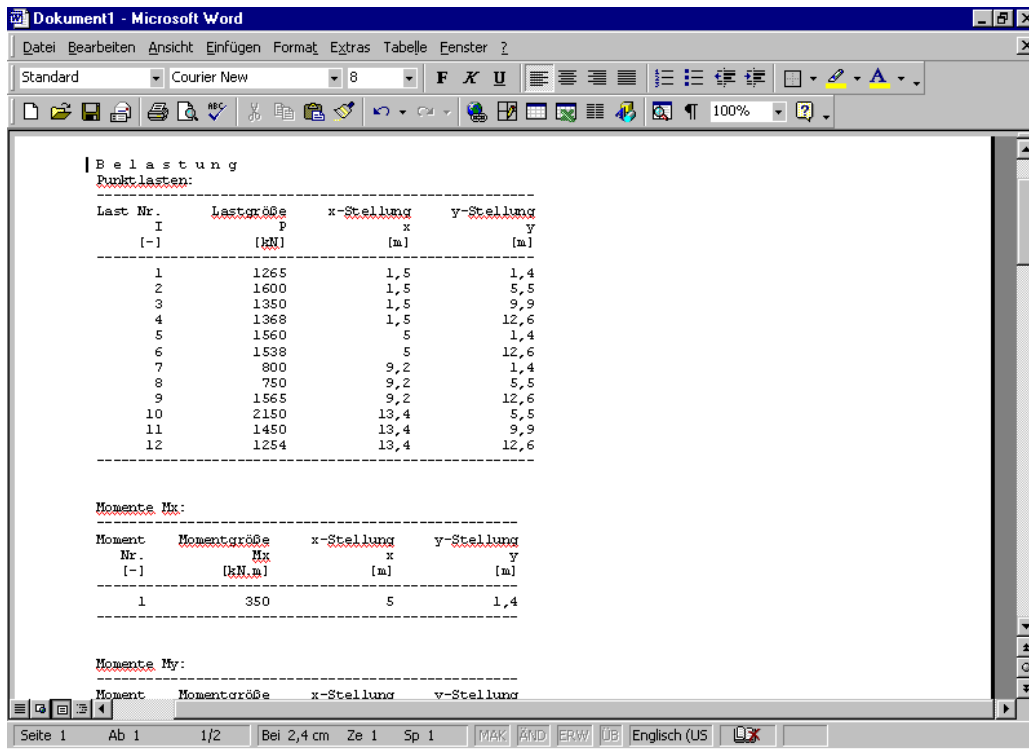

Bild 1-51 Exportierte Daten in MS Word
- Wählen Sie "Senden an Word" aus dem Menü "Datei", wenn Sie die Tabelle zu einer MS Word-Anwendung exportieren wollen (Bild 1-51)